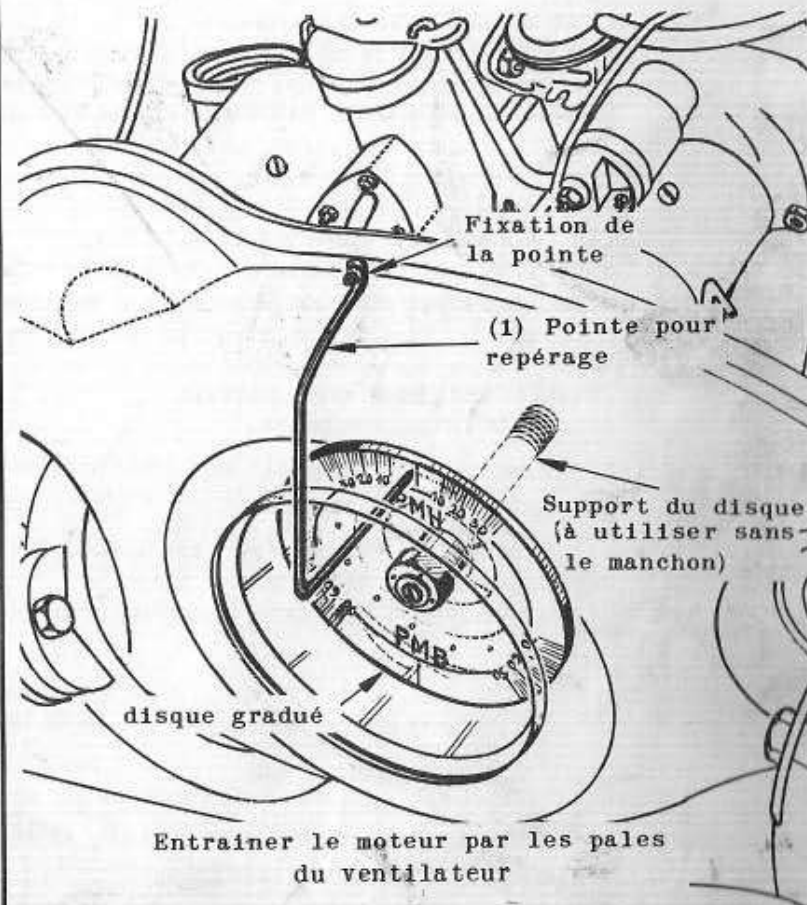

Fig. 44
132 - DEPOSE et POSE du COUPLE (y compris CALAGE de la DISTRIBUTION (Fig. 44 à 50)
- 2) Mettre le volant au Point Mort Haut, puis poser le disque gradué et la pointe repère (1 - Fig. 44). Faire coïncider la **pointe avec le Point Mort Haut du disque gradué**. Déposer le doigt d'arrêt du volant.